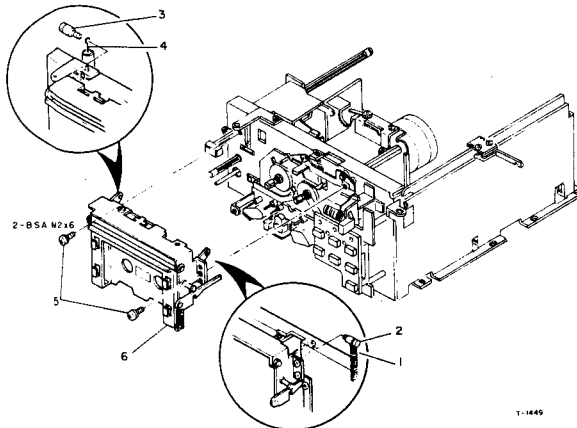

Fig. 4-3 Cassette holder
2. Fig. 4-3, 1-thru-6.
3. Fig. 4-3, 1-thru-6.